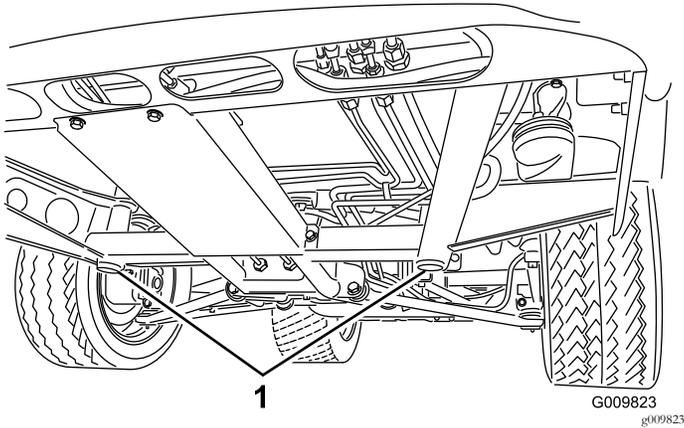
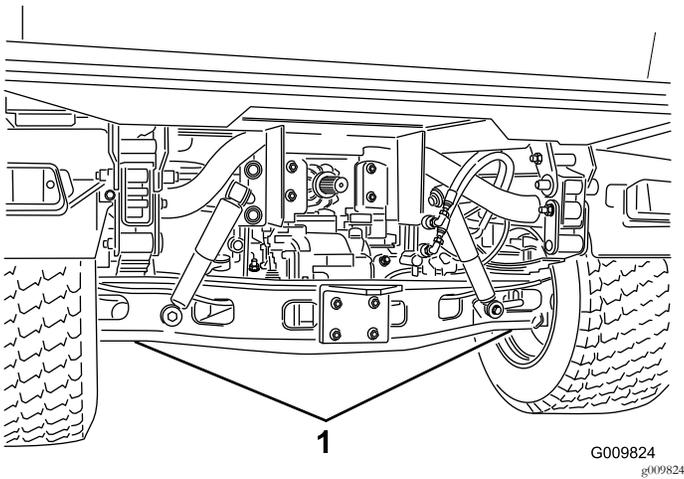

图37
图38
- 机器前部的支撑点位于前中心框架支架下面 图37 而后支撑点位于轴的下方 图38。